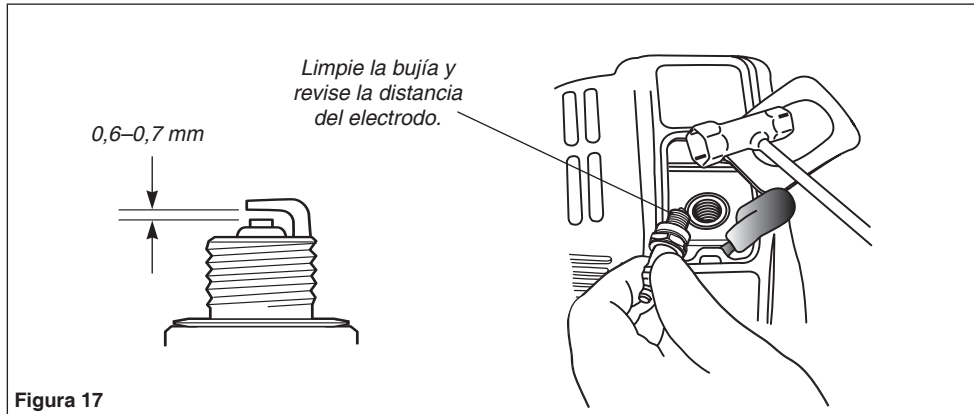

Figura 17
- Retire y limpie la bujía. Ajuste la distancia del electrodo a 0,6-0,7 mm. Si la bujía necesita ser reemplazada, use solamente una bujía NGK CMR5H o una bujía equivalente con resistencia al calor correcta. Consulte la Figura 17.